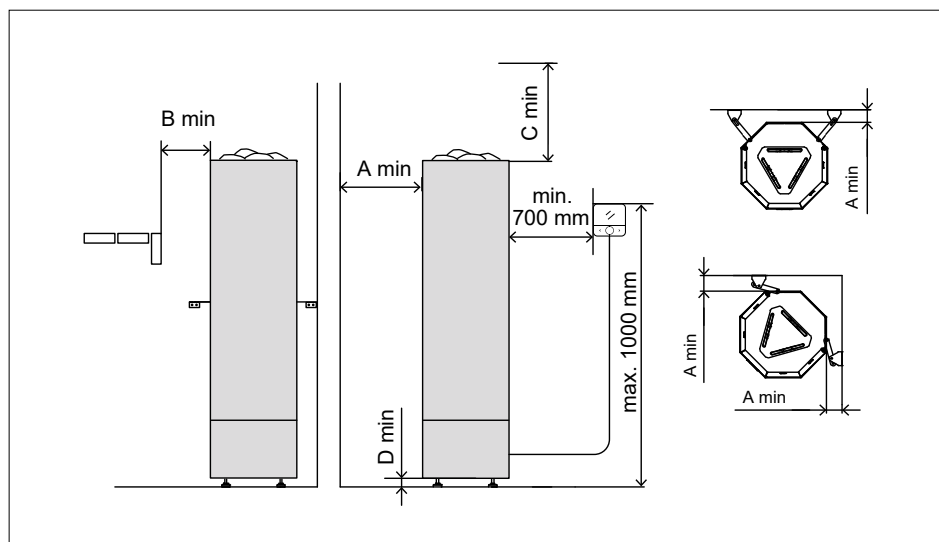

Bild 4. Minimisäkerhetsavstånd till aggregatet
Vid behov kan man bygg ett skyddsräcke runt bastuaggregatet. Vid planeringen ska man alltid följa minimiskyddsavstånden till brännbara material sta skyddsavstånden som anges i anvisningarna från de brännbara strukturerna (Bild 4 och tabell 2).
- Bastuaggregatet kan också installeras i en vägnisch. Se bild 4.
- Styrpanelen får inte installeras på platser där temperaturen överstiger den maximala temperaturen på 80° C. Om styrpanelen installeras i basturummet ska installationsplatsen vara minst på ett minimiskyddsavstånd (0,7 m) från bastuaggregatet och högst en meter (1 m) från golvet (se bild 4). Strömkablarna och styrpanelens kabel ska inte installeras bredvid varandra för att undvika störningar.